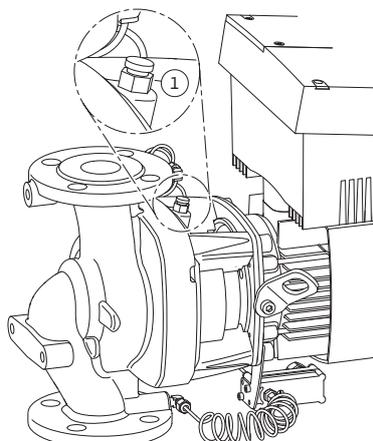

Fig. 51: Valvola di sfiato
6. Scaricare completamente la pressione dalla pompa aprendo la valvola di sfiato (Fig. 51, pos. 1).